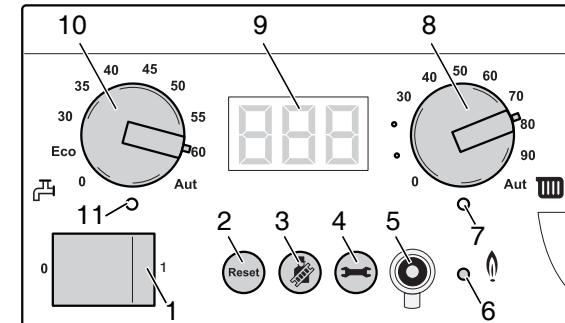

Fig. 50 Regolatore di base BC10
Con l'interruttore di esercizio (fig. 50, pos. 1) è possibile accendere e spegnere la caldaia.
In caso di guasto, può essere necessario riavviare la caldaia con il tasto "Reset" (fig. 50, pos. 2).
Con il tasto "Spazzacamino" (fig. 50, pos. 3) è possibile portare la caldaia in prova di combustione, modalità assistenza e in modalità d'esercizio manuale.
Durante le modalità sopra descritte (prova di combustione, modalità di assistenza ed esercizio manuale) è sempre valida una temperatura massima dell'acqua di riscaldamento della caldaia. Questa temperatura corrisponde alla temperatura impostata con il pomello girevole "Massima temperatura acqua caldaia" (fig. 50, pos. 8) del regolatore di base BC10.
- Mediante la manopola "Temperatura massima caldaia" (fig. 50, pos. 8), limitare la temperatura massima dell'acqua della caldaia alla temperatura di mandata consentita del circuito del riscaldamento a pannelli radianti (per lo più al massimo 40 °C).
Mediante il tasto "Indicazione di stato" (fig. 50, pos. 4), è possibile visualizzare sul display la temperatura attuale dell'acqua della caldaia, la pressione attuale dell'impianto etc. Vedere anche tab. 17, „Valori del display“, pag. 75", tab. 18, „Impostazioni visualizzate sul display“, pag. 75 e tab. 19, „Codici display“, pag. 76.